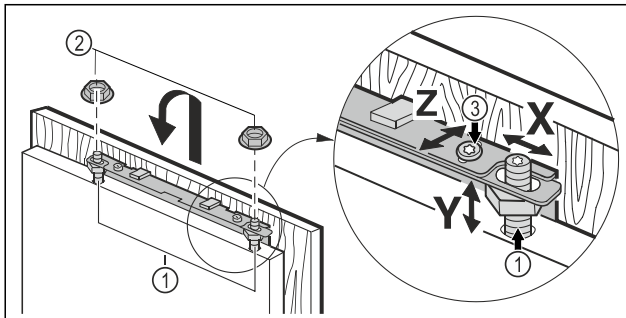

Fig. 46
- ▶ Varni derën e mobilies në bulonat e rregullimit Fig. 46 (1) dhe pastaj vidhosni sërish lirshëm kundërdadot Fig. 46 (2) në bulonat e rregullimit.
- ▶ Nivelimi i derës së mobilies në lartësinë Y dhe në pjerrësinë anësore: Rregulloni bulonin e rregullimit Fig. 46 (1) me një kaçavidë.
- ▶ Shtrëngoni kundërdadot Fig. 46 (3).